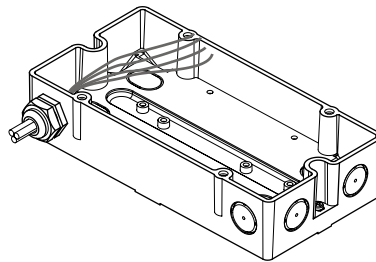

Fig. 5
4. Secure the M20 cable glands on the housing and guide in the cables (Fig. 5).
- Befestigen Sie die Kabelverschraubungen M20 am Gehäuse und führen Sie die Kabel ein (Fig. 5).